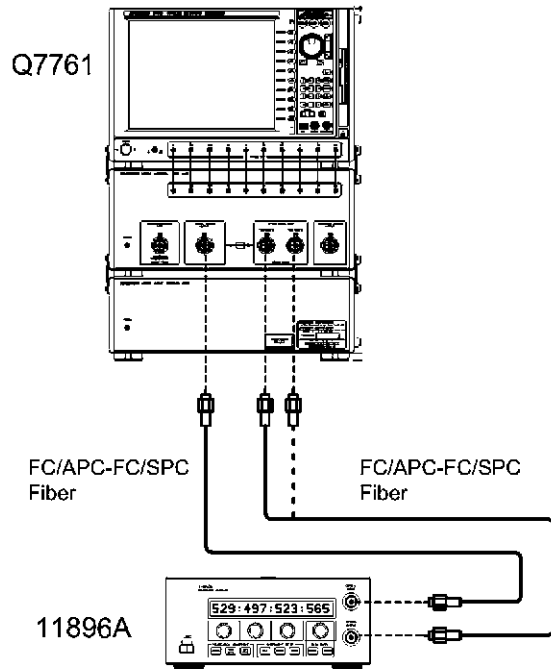

図 2-10 偏光依存性 (POWER 測定モード) 試験接続図
1. 機器を図 2-10 のように接続し、はじめに偏波コントローラの “OPTICAL OUTPUT” と本器の “TEST PORT 1” を FC/APC-FC/SPC 光ファイバにて接続します。